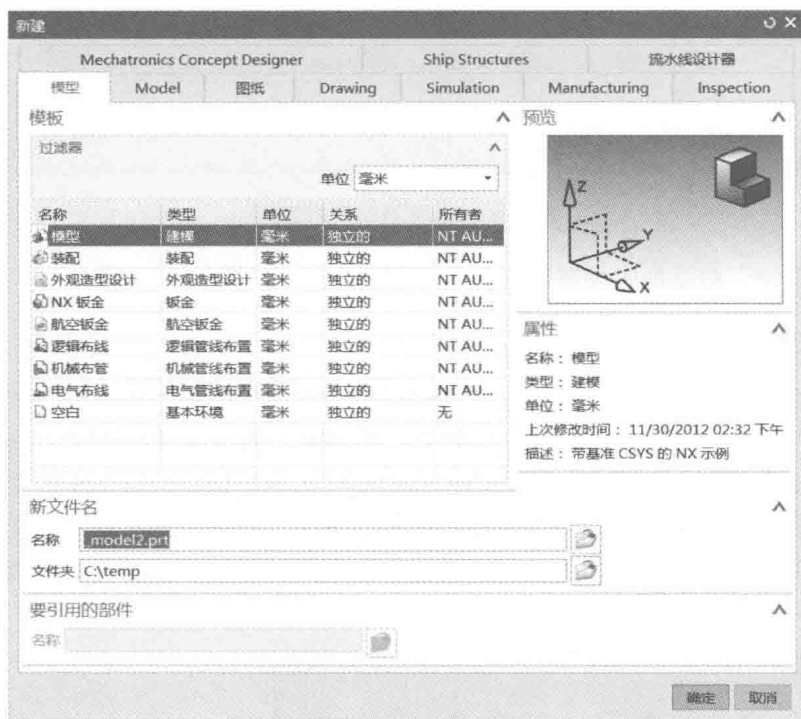

图 1-7 “新建”对话框
① 在功能区中单击“文件”标签以打开“文件”选项卡，接着选择“新建”命令，系统弹出图 1-7 所示的“新建”对话框。该对话框具有 10 个选项卡，分别用于创建关于模型（部件）设计、图纸设计、仿真、加工、检测和机电概念设计等方面的文件。